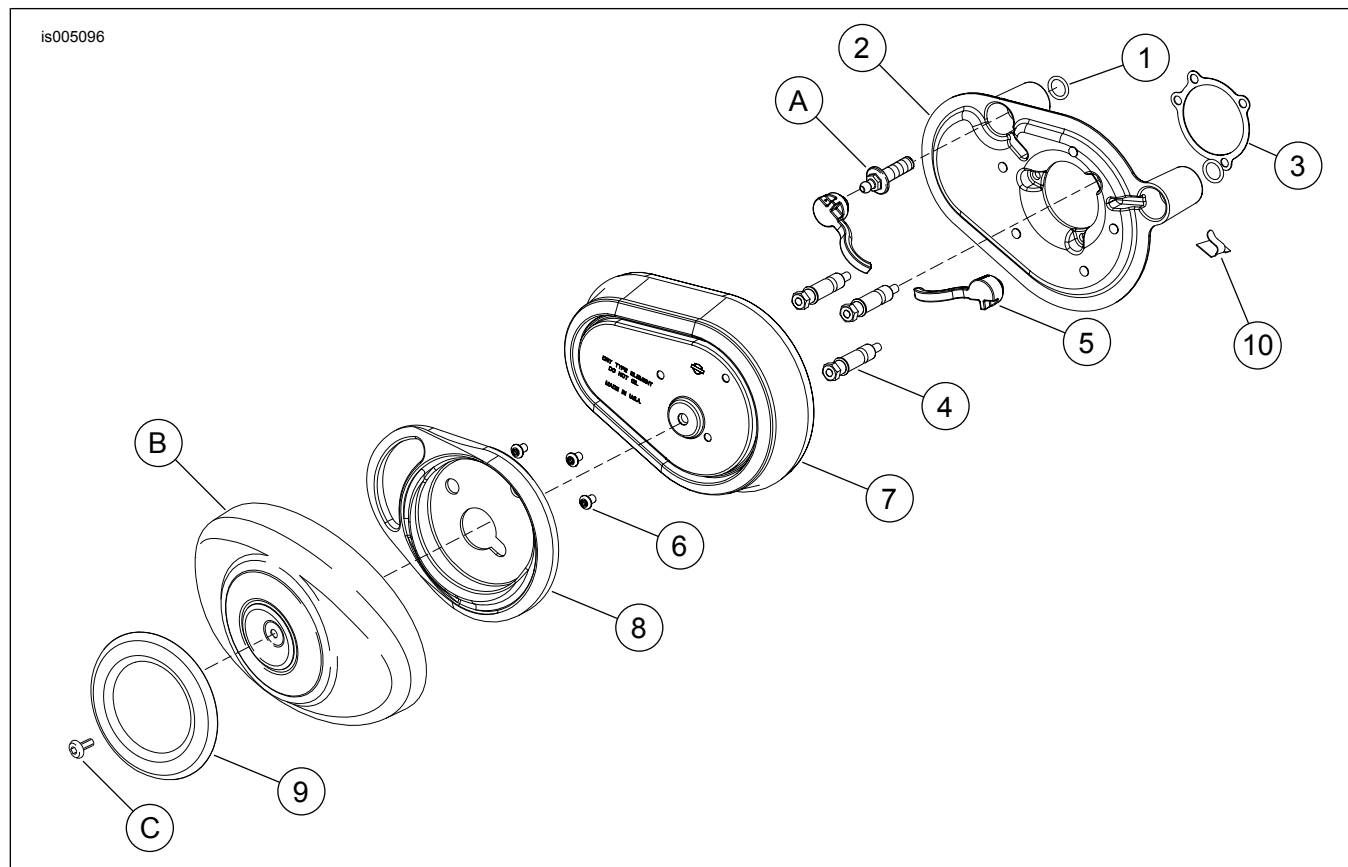

Figura 1. Peças de reposição: Kit Screamin' Eagle Stage 1
Veja a Figura 1 e a Tabela 1.
1. Limpe a área inferior do lado do módulo de injeção da placa posterior. Use uma mistura de 50 a 70% de álcool isopropílico e 30 a 50% de água destilada. Deixe secar completamente. Oriente a presilha adesiva (8) com a abertura para cima e afixe-a na posição de 06:00 horas. Prenda o fio removido anteriormente da placa posterior original na presilha.
2. Veja a Figura 1. Instale dois anéis de vedação "o-ring" (1) do kit nas ranhuras ao redor dos furos dos parafusos de respiro no lado do módulo de injeção do conjunto da placa posterior (2).
3. Remova a tira de proteção da gaxeta (3) e coloque o lado do adesivo na placa posterior. Posicione a gaxeta com cuidado antes de pressionar com firmeza a gaxeta no lugar.
4. Introduza os parafusos de respiro (A) através da placa posterior.
7. Introduza os prisioneiros de montagem do purificador de ar (4) totalmente através da placa posterior (2) e da gaxeta (3) até que as roscas dos parafusos sejam capturadas no módulo de injeção. Não aperte totalmente por enquanto.
8. Aperte alternadamente dois parafusos de respiro (A) com torque de 13,6–16,3 N·m (120–144 **in-lbs**).
9. Pressione os bujões de respiro (5) nas cavidades dos parafusos de respiro e nas extremidades dos parafusos de respiro, alinhando os tubos com os recessos na placa posterior.
10. Aperte os três parafusos do purificador de ar (4) com torque de 6,2–6,8 N·m (55–60 **in-lbs**).
1. Veja a Figura 1. Fixe o elemento do filtro de ar (7) nos prisioneiros de montagem do purificador de ar (4) usando os parafusos (6). Aperte os parafusos com torque de 6,2–6,8 N·m (55–60 **in-lbs**).
2. Remova com cuidado e descarte o inserto da tampa original do purificador de ar da tampa do purificador de ar (B). Remova qualquer adesivo residual da tampa com solventes minerais.
4. Retire a película da parte traseira da fita adesiva do inserto da tampa do purificador de ar (9). Posicione o inserto na tampa do purificador de ar (B) sem tocar o adesivo na superfície da tampa. Alinhe a parte superior do inserto com a parte superior da tampa oval do purificador de ar.
1. Veja a Figura 1. Remova a tampa do purificador de ar (B) e inspecione o elemento do filtro (7) a cada 8000 km (5000 mi), ou com maior frequência sob condições de muita poeira.